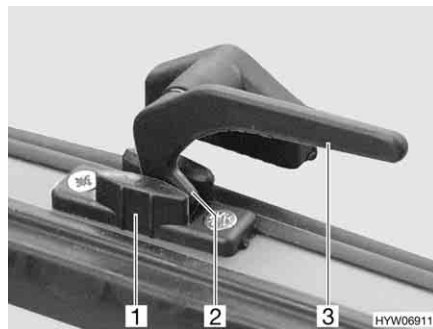

Fig. 83 Levier de verrouillage en position "Aération permanente"
- En position "Aération permanente" (Fig. 83)
- Tourner tous les leviers de verrouillage (Fig. 83,3) d'un quart de tour vers le centre du lanterneau.
- Remettre tous les leviers de verrouillage en position initiale. Le tenon de verrouillage (Fig. 83,2) doit pénétrer alors dans le logement prévu à cet effet dans le verrouillage du lanterneau (Fig. 83,1).